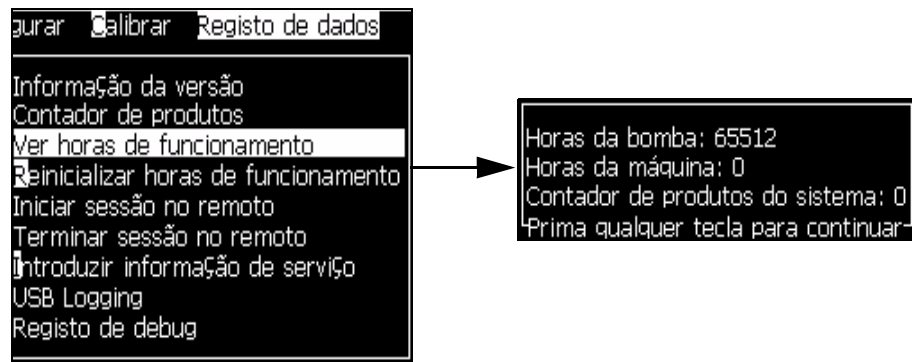

Figura 4-17: Ver as horas de funcionamento
- 1 Selecione *Ver horas de funcionamento* (veja Figura 4-17) no menu *Registro de dados*. A caixa de diálogo *Horas de funcionamento* aparece.